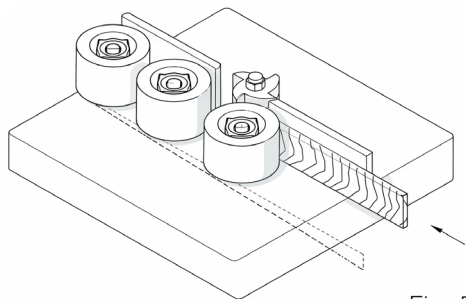

Fig. 5
- Da mesma forma, o rolete de saída deve ficar 5-6 mm (3/16") mais próximo da máquina do que o rolete de entrada se o alimentador for usado horizontalmente. Fig. 5
- Os roletes do alimentador exercem pressão sobre a peça no sentido do avanço. A suspensão por molas foi projetada para garantir a pressão necessária. Como o alimentador pode ser ajustado para resistências de até 25 mm (3/4") de diferença de espessura da madeira, é fácil compensar variações que ocorrerem durante a usinagem. Em peças espessas, a mesa da máquina deve ser bem limpa; óleo de linhaça, parafina ou outro lubrificante comercial pode ser aplicado à mesa da máquina se for trabalhar madeira muito resinosa. Fig. 5